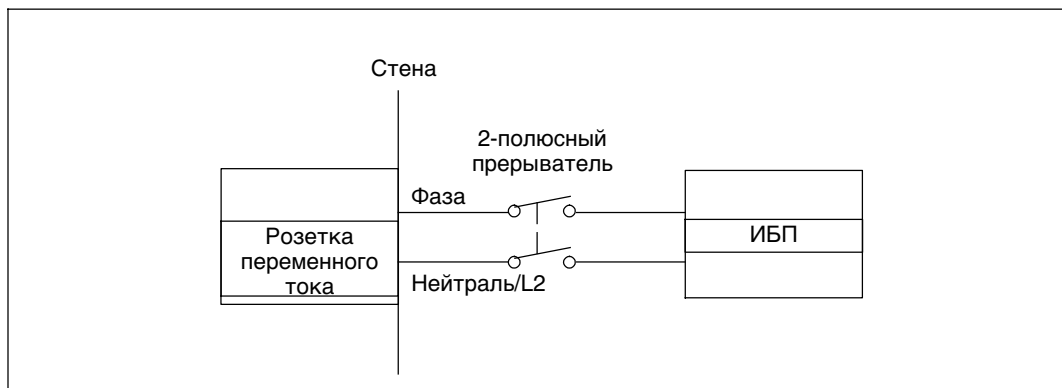

Рисунок 19. Схема прерывателя цепи
- Предохранительное устройство требует наличия двухполюсного устройства рассоединения между входом ИБП и сетью (см. Рисунок 19)